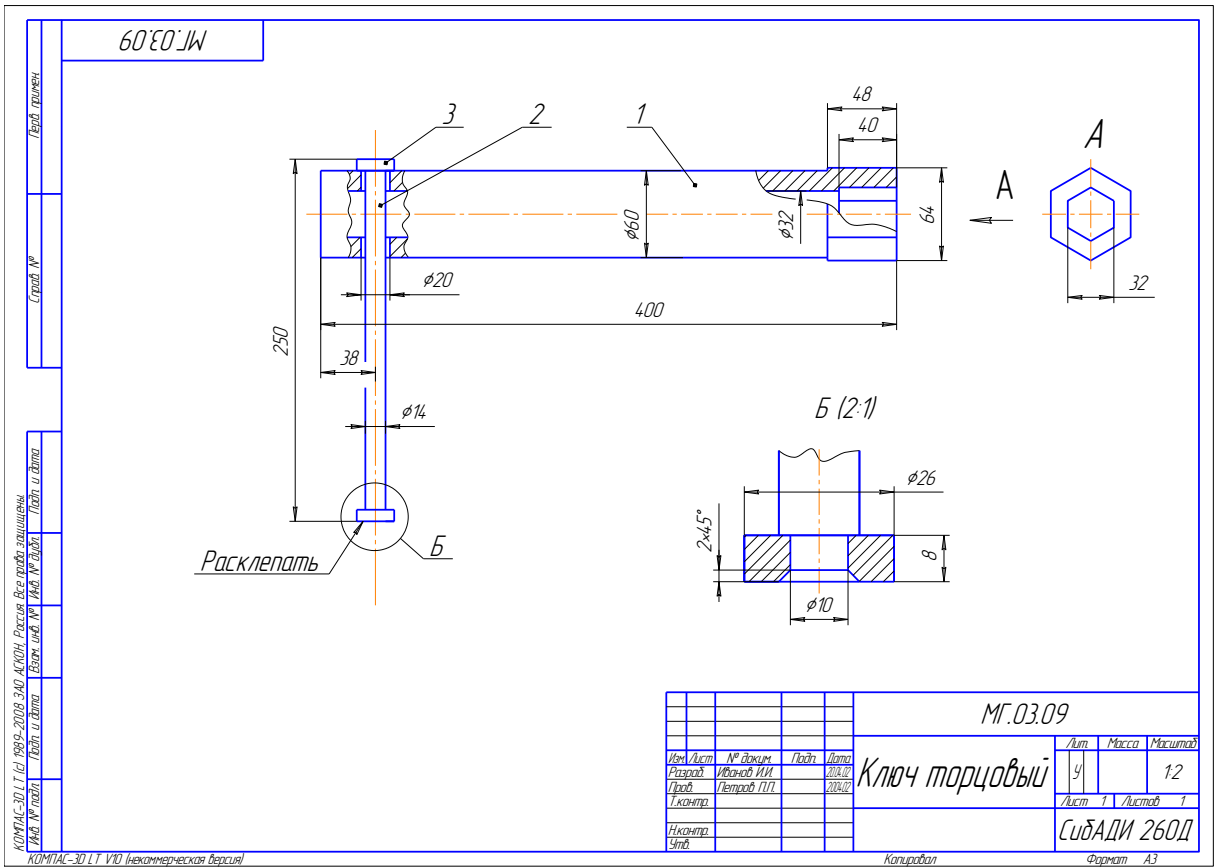

Рис. 3.34. Пример выполнения задания № 4
4. Вычертить заданный чертеж (рис. 3.34):